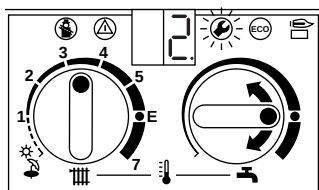

Figura 70
- Regular "2." para água quente no regulador de temperatura, isto significa rendimento máx. calorífico (figura 70).